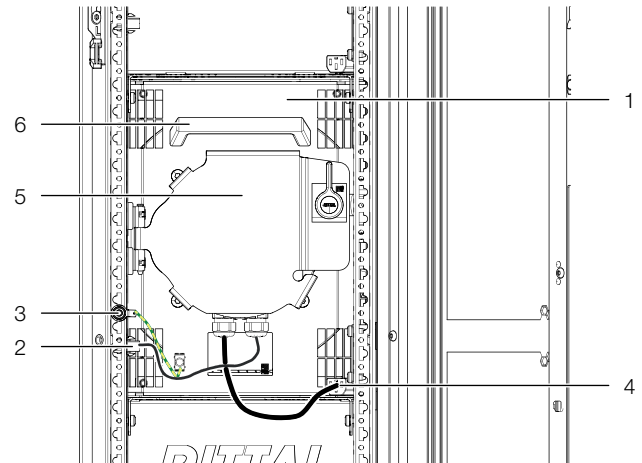

Abb. 52: Lüftermodul im Lüftereinschub
■ Lösen Sie links und rechts die beiden Anschlussstecker DC und AC des Lüfters (Abb. 52, Pos. 2 und 4).
■ Lösen Sie die Erdungsverbindung am Lüfter (Abb. 52, Pos. 3).
Stellen Sie beim Anschluss sicher, dass die beiden Kabel des Lüfters nicht zu nah aneinander über längere Strecken parallel zueinander geführt werden. Abb. 52 zeigt eine optimale Verlegung der Kabel.